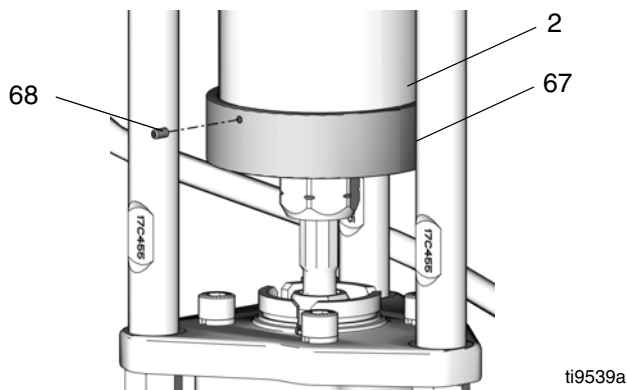

FIG. 10. Instale o coletor
4. Faça jog com o motor para mover o pistão deslizante (9) para o fundo do curso, permitindo recolocar a porca de acoplamento (14).
5. Certifique-se que os colares (13) estejam colocados na porca de acoplamento (14).
6. Coloque uma chave de 3/4 de polegada nas partes planas do pistão deslizante (9), para evitar que gire ao apertar a porca de acoplamento (14). Oriente a chave para que fique apoiada contra um dos pinos de ancoragens (3) ou no suporte. Aperte a porca de acoplamento (14) no pistão deslizante (9) e torqueie com 75 - 80 pés-lb (102 - 108 N•m).
7. Consulte a FIG. 10. Empurre o coletor (67) para o fundo do cilindro deslizante (2) para que ele assente de forma segura. Aperte os três parafusos de fixação (68) manualmente.